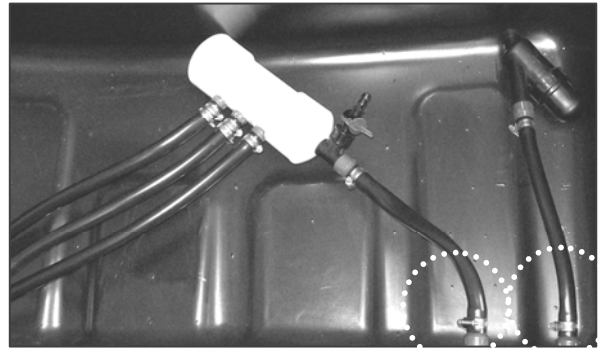

Figure 2.1 – Raccordement du manifold et du filtre
- Vissez les tuyaux de raccordements du **Manifold et du filtreur** aux orifices correspondants du bassin. Les 3 tuyaux doivent être orientés vers le haut (Figure 2.1).